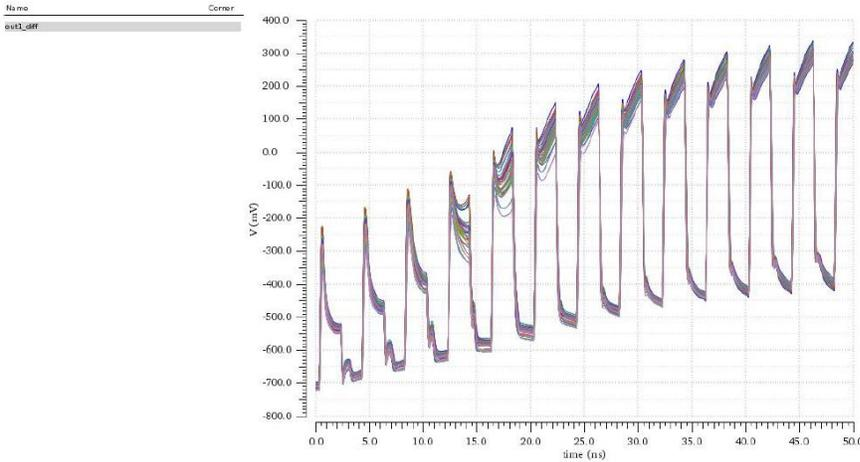

Figure 8. Rbias=560ohm, Tstartup delay<50ns
1. $R=560\text{ohm}$. 下图 8 是仿真结果，可以从图中看到在 40ns~50ns 之间，输出趋于稳定。可以判定 $T_{startup\ delay}<50\text{ns}$